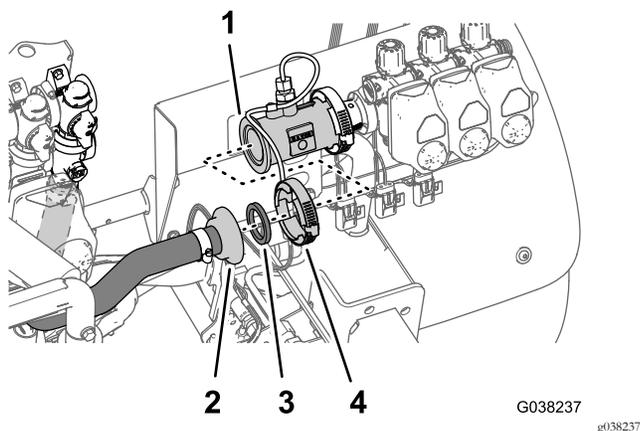

Figure 55
- Placez le raccord cannelé à bride du flexible du débitmètre et le joint que vous avez retirés à l'opération 3 de Dépose du débitmètre des collecteurs de vanne (page 11) en face de la bride de l'entrée du débitmètre (Figure 55).
- Fixez le flexible du débitmètre sur le débitmètre avec un collier (Figure 55) que vous avez retiré à l'opération 1 de Dépose du débitmètre des collecteurs de vanne (page 11)